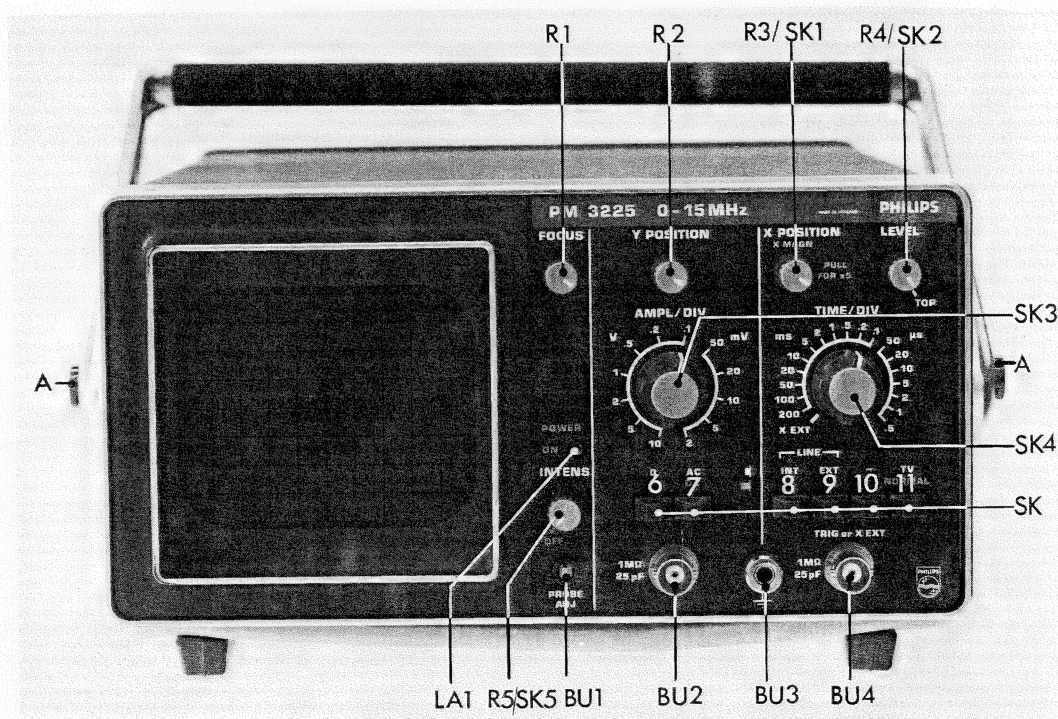

Abb. 2.2. Frontansicht mit Angabe der Bedienungsorgane
Das Gerät kann in horizontaler Lage, in vertikaler Lage, oder mit Hilfe des heruntergeklappten Tragbügels in verschiedenen gekippten Lagen aufgestellt und betrieben werden. Um den Tragbügel frei zu setzen, beide Schwenkknöpfe A (siehe Abb. 2.2) drücken.
2.1.6 Bedienungsorgane und Buchsen (Abb. 2.2)
- Messkabel an Buchse BU2 anschliessen und die Messkopfspitze an Buchse BU1 legen (siehe Abb. 2.2).
- Die Kompensationsdose mit BU2 verbinden und die Messkopfspitze an BU1 legen (siehe Abb. 2.2).
- den Handgriff von der Frontplatte wegschwenken, dazu sind die beiden Verriegelungsknöpfe A (siehe Abb. 2.2) zu drücken.